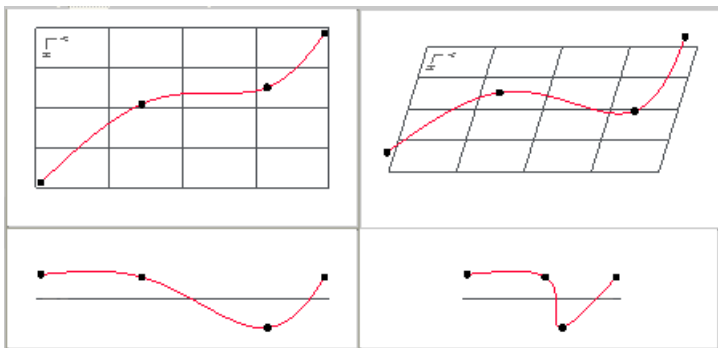

图 8.2.27 四个视图状态
Step4. 单击 **样式** 功能选项卡 **曲线** 区域中的“曲线编辑”按钮 。选择图 8.2.27 中的 ISDX 曲线, 此时我们会看到构成 ISDX 曲线的四个点的显示样式为小圆点 (●), 说明这四个点为自由点。